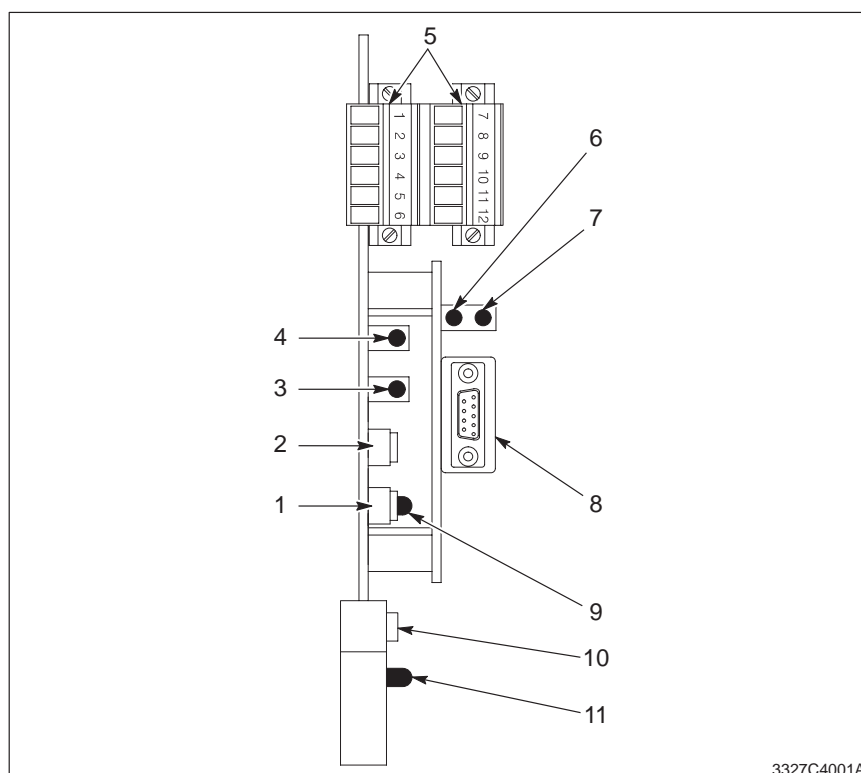

Fig. C 1-1 Eléments de la carte d'interface UCS Profibus
Voir la figure C 1-1.
Voir la figure C 1-1 et le tableau C 1-3 qui contient la description des D.E.L. se trouvant sur le bord avant de la carte d'interface.
Voir la figure C 1-1 et la description des commutateurs dans le tableau C 1-5.
4. Orienter la carte pour qu'elle soit dans la position représentée sur la figure C 1-1.